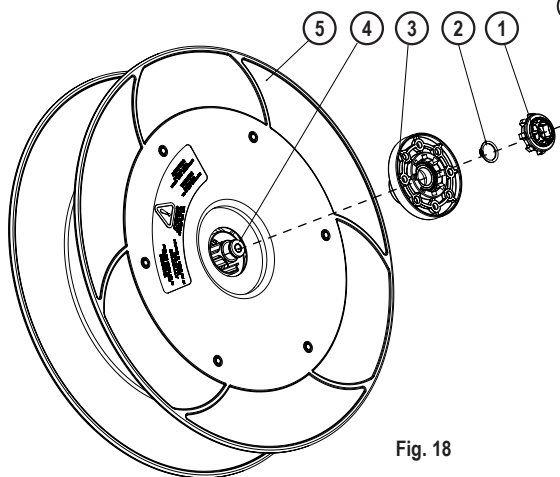

Fig. 18
11. With the spool assembly outside the casing, the Tensor piece (1) (fig. 18) is released, take it apart without disassembling its inner metallic sheet. Keep it to be able to install again later.
12. Remove the circlip (2) (fig. 18) which keeps the spring fixation on the spool shaft (4) (fig. 18). Take apart the spring fixation (3) (fig. 18), without disassembling the bearing located inside it. Keep all the components to be able to reassembly later.
15. Mount the spring fixation (with its bearing inside) (3) (fig. 18) through the brass shaft, and fasten it in its position using the circlip (2) (fig. 18).
16. Place the Tensor piece (1) (fig. 18) (with its metal sheet assembled inside) over the spring fixation (3) (fig. 18). This Tensor piece will be loose, so hold it with your hand while taking the spool assembly inside the casing (the one with no service window). Make sure the Tensor piece fits in the casing central hole.
11. Med spolmontaget utanför höljet släpps fjäderspännaren (1) (fig. 18), plocka isär dem från varandra utan att demontera den inre metallplåten. Behåll den för att kunna installera igen senare.
12. Ta bort ringen (2) (fig. 18) som håller fjäderfästet på spolaxeln (4) (fig. 18). Ta bort fjäderfästningen (3) (fig. 18), utan att demontera lagret som är placerat inuti det. Behåll alla komponenterna så att de kan monteras senare.
15. Montera fjäderfästet (med sitt lager inuti) (3) (fig. 18) genom mässingsaxeln och fäst den i sitt läge med hjälp av ringen (2) (fig. 18).
16. Placera fjäderspännaren (1) (fig. 18) (med metallplåt monterad inuti) över fjäderfixeringen (3) (fig. 18). Denna kommer att vara lös, så håll den med handen medan du monterar spolenheten inuti höljet (den som inte har något servicefönster). Se till att fjäderspännaren passar i höljets centrala hål.